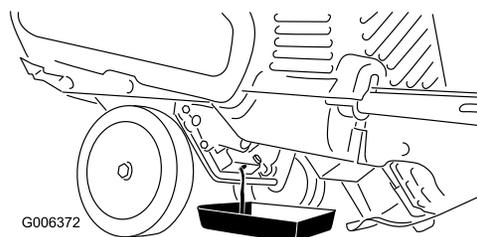

Figura 19
3. Coloque un recipiente de aceite usado debajo del tapón de vaciado de aceite, retire el tapón de vaciado de aceite e incline la máquina hacia atrás, y drene el aceite usado en el recipiente (Figura 19).